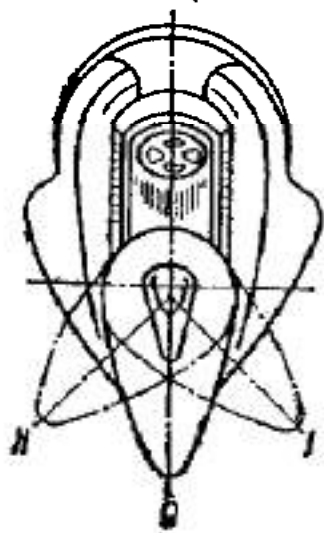

Рис. 3. Центральный переключатель
2. Ключ вставлен до конца (положение 0, рис. 3), центральный переключатель в среднем положении. Включены: зажигание, звуковой сигнал (работает при нажатии на кнопку) и сигнал торможения (при нажатии на педаль тормоза горят верхние лампы задних фонарей).